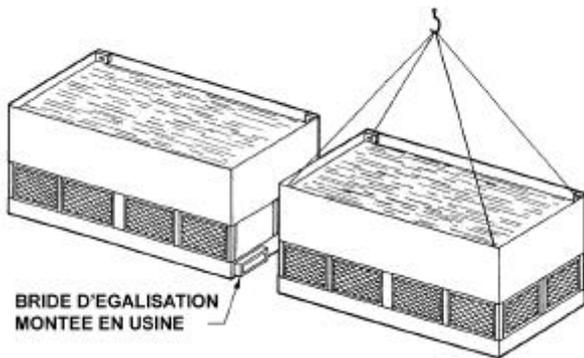

Figure 4 - Raccordement de l'égalisation
4. Fixer la seconde section bassin adjacente à l'égalisation sur le fer support comme vu en Figure 4.